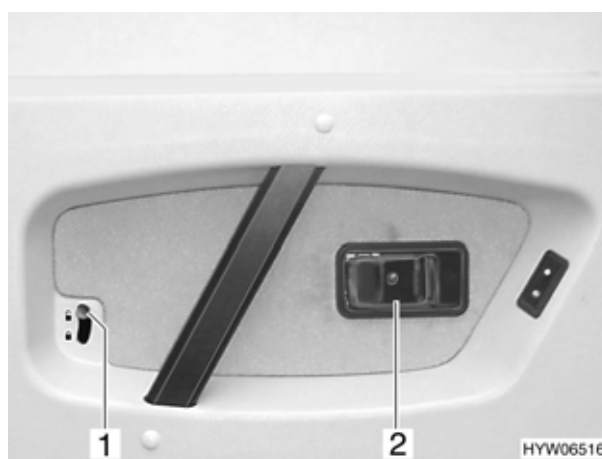

Fig. 25 Serratura della porta guidatore, lato interno
- Tirare la maniglia (Fig. 25,2). La serratura della porta si sblocca.
- Spingere il bottone di sicurezza (Fig. 25,1) in basso.